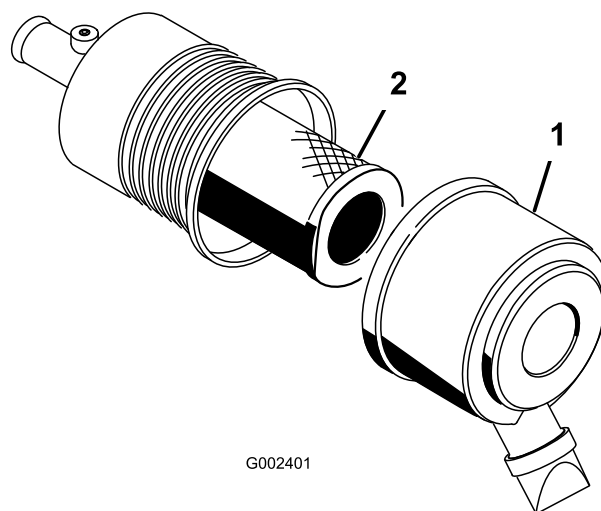

Figura 51
1. Liberte os trincos que fixam a cobertura do filtro de ar ao respectivo corpo (Figura 51).
2. Retire a cobertura do corpo do filtro de ar (Figura 51).
4. Retire e substitua o filtro (Figura 51).